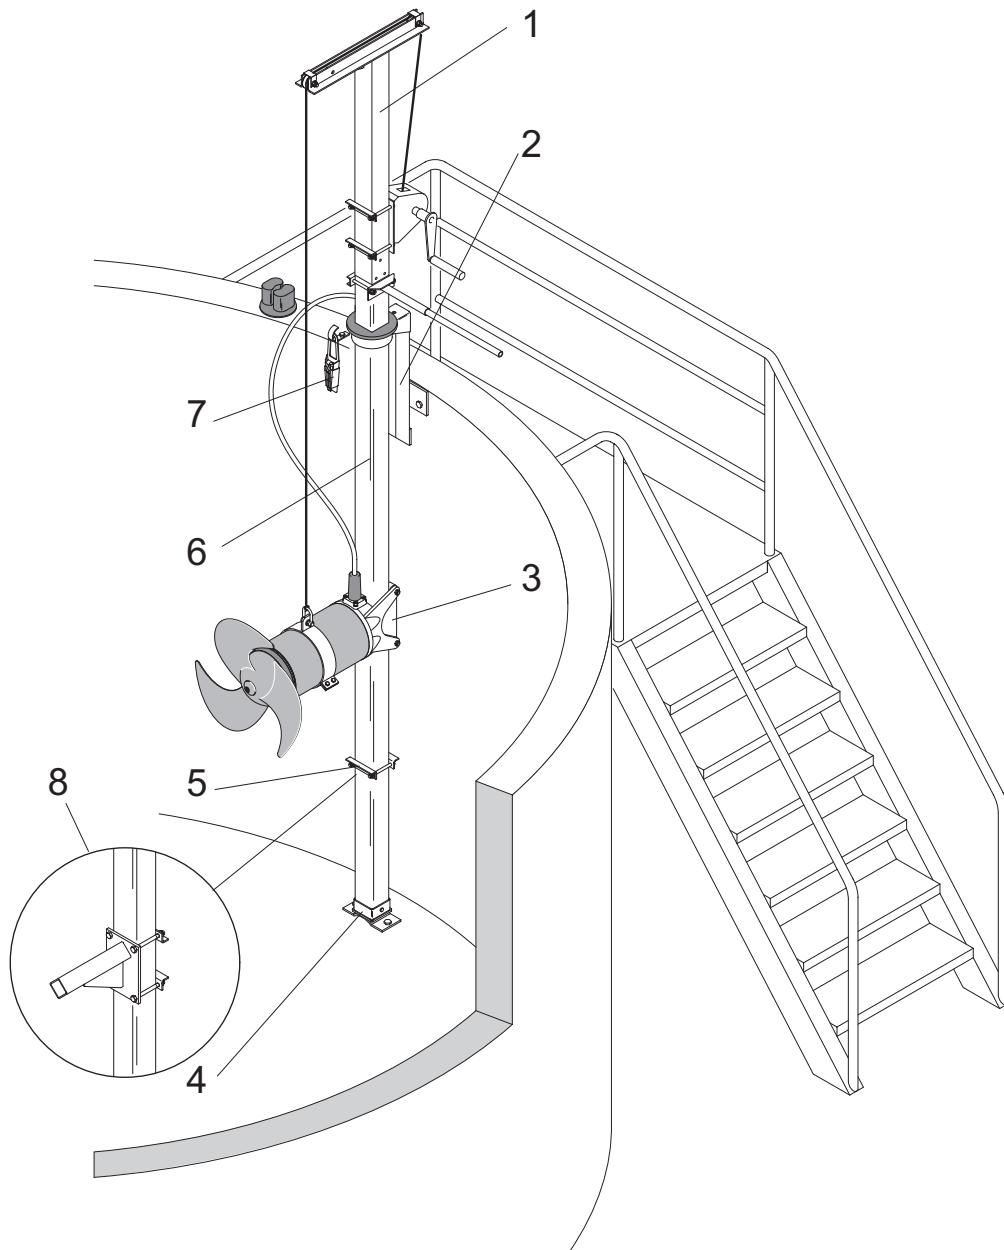

Bild 18 Beispiel mit vorhandenem Zubehör
ACHTUNG Die korrekte Einbaulage der Sicherungsscheiben (Bild 18 Einbaulage der Sicherungsscheiben) und das vorgeschriebene Anzugsmoment sind zu beachten!
2. Propeller aufschieben (6).
3. O-Ring (5) einsetzen.
4. Propellerscheibe (2) einsetzen.
5. O-Ring (4) einsetzen.
6. Sicherungsscheiben (3) einlegen und Einbaulage beachten - siehe auch Bild 18 Einbaulage der Sicherungsscheiben.
7. Zylinderschraube (1) mit einem Anzugsmoment von 56 Nm anziehen.